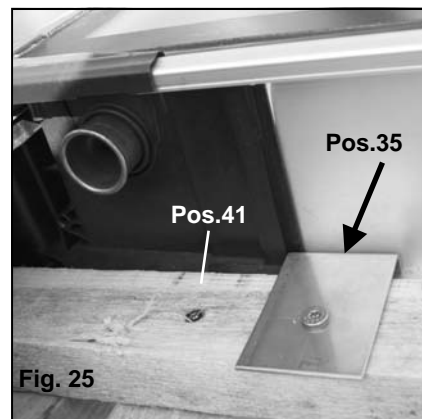

Fig. 25
- Avvitare il collettore superiore destro nella zona inferiore per 60 cm assieme alla piastra di fissaggio angolare da 90° (Pos. 35) del supporto del collettore V2A sul listello del tetto (Pos. 41 di Fig. 25)